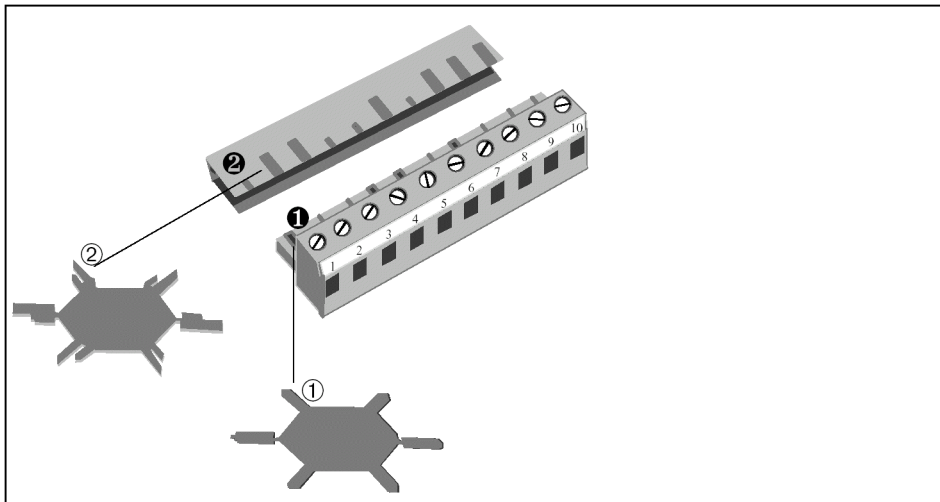

图2-14 防止误用连接器
使用编码条①和编码片②（见图2-14），你可以对连接器进行编码，不要忘记极性，以防误用。